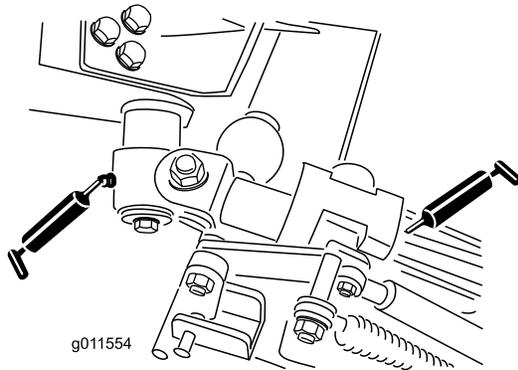

Figura 43
- Boccole orientabili (2) della leva a squadra (Figura 43).
- Boccole (4) del braccio posteriore (Figura 43).